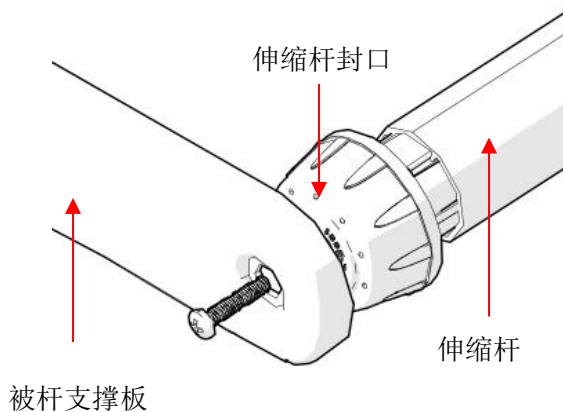

图 9
- c. 安装被杆支撑板（只针对三杆机型）：将装有伸缩杆封口和螺杆塞的被杆支撑板（如图 9 示）套入伸缩杆内，顺时针旋紧 M4 螺丝，使